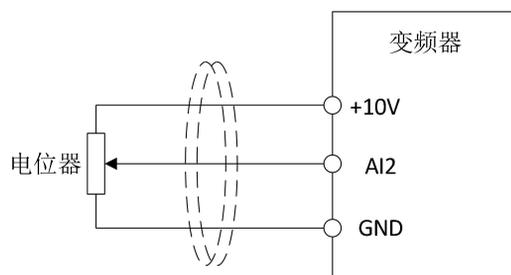

图 5-3-1 电压型接线示意图
注：①AI1 AI2 均支持 0-10V 电压型输入，见图 5-3-1
②图示中虚线为磁环，一般为铁氧体，可将导线通向穿过或同向绕 2-3 匝
③因模拟电压信号较弱易受干扰，一般需用屏蔽电缆，且配线距离尽量短，一般不可超过 20m